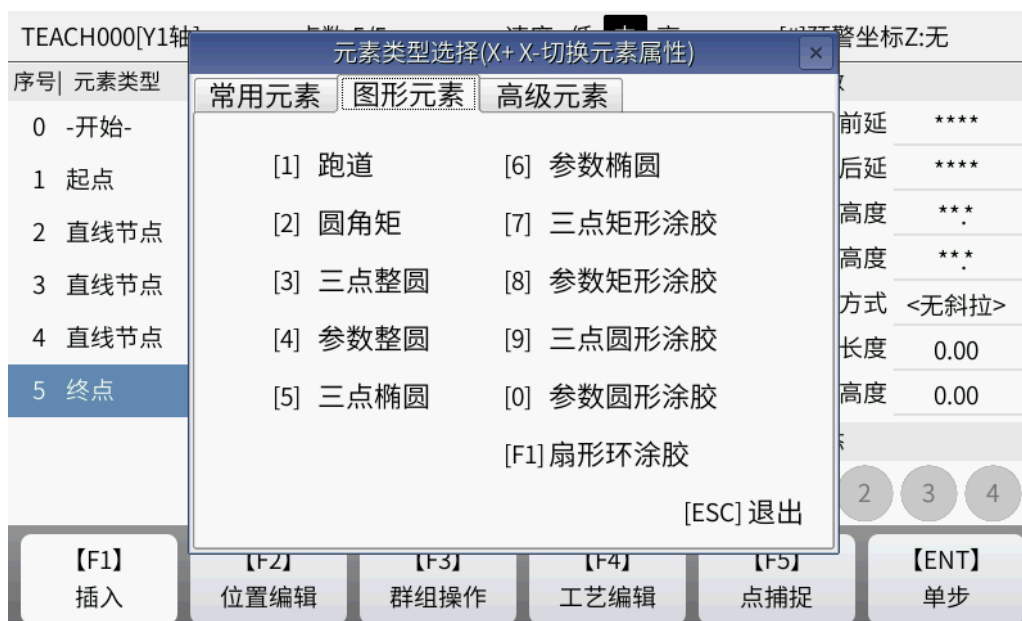

图 11.3.2 元素类型选择
在元素类型（见图 11.3.2）列表中，首先将光标移动到需要修改参数属性编程点上，按【F4 参数】。这时，光标移动到参数输入区，通过键盘输入数字，即可修改对应的参数。（参数意义见本章第一节，术语解释）
- 1) 建立示教文件，进入如图 11.3.2 所示的编程元素列表界面中；
在元素类型（见图 11.3.2）列表中，首先将光标移动到需要修改参数属性编程点上，按【F4 参数】。